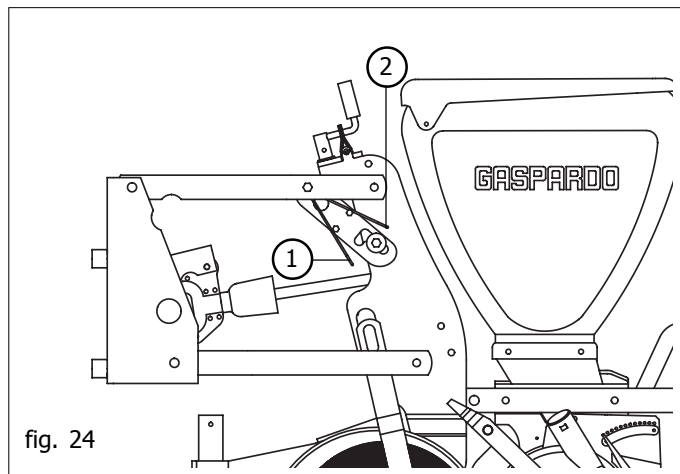

fig. 24
- Agganciare la molla nella posizione 1 (Fig. 24);
- Agganciare la molla nella posizione 2 (Fig. 24).